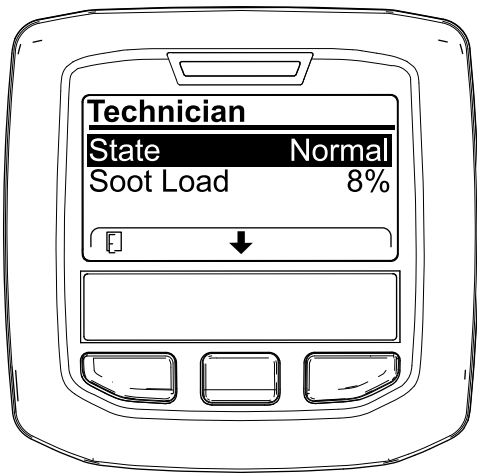

Figure 35
- Reportez-vous au tableau de fonctionnement du FAP pour comprendre l'état actuel de fonctionnement du FAP (Figure 35).